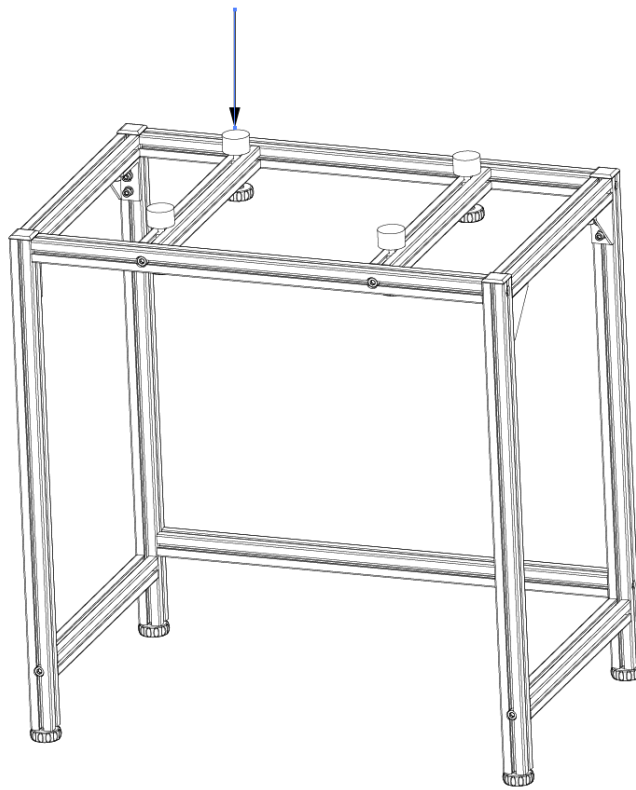

Fig. 4
6. Fixe 4 blocos de borracha conforme mostrado na fig. 4.